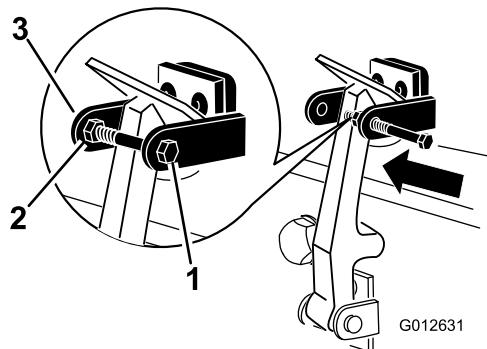

Figura 6
8. Avvitate il bullone nell'altro braccio della staffa di chiusura del cofano per fissare il fermo in posizione (Figura 6).